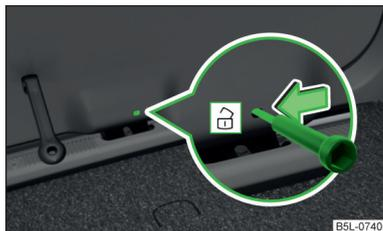

Fig. 187
- › Introducir un destornillador o una herramienta similar hasta el tope en la apertura del revestimiento de trampilla » fig. 187.